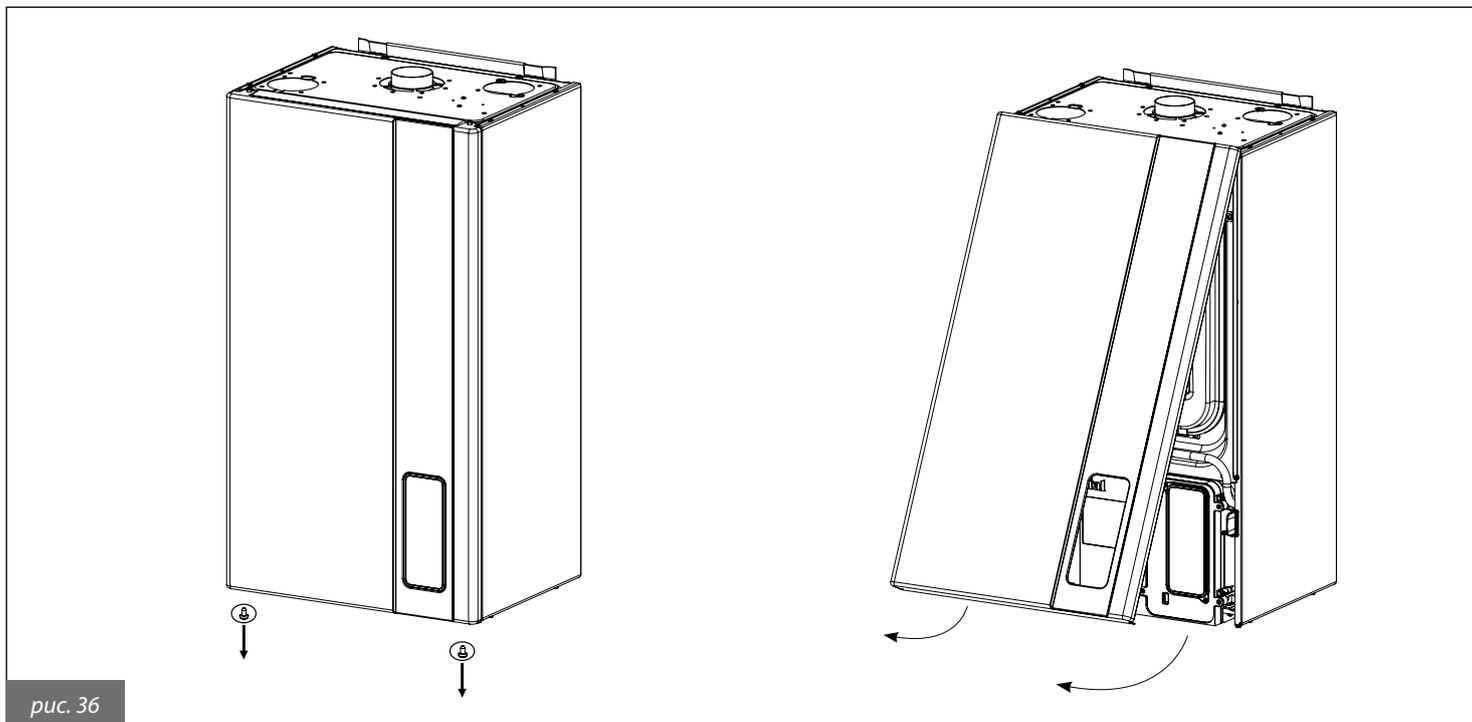

рис. 36
- Снять переднюю панель котла, руководствуясь рис. 36